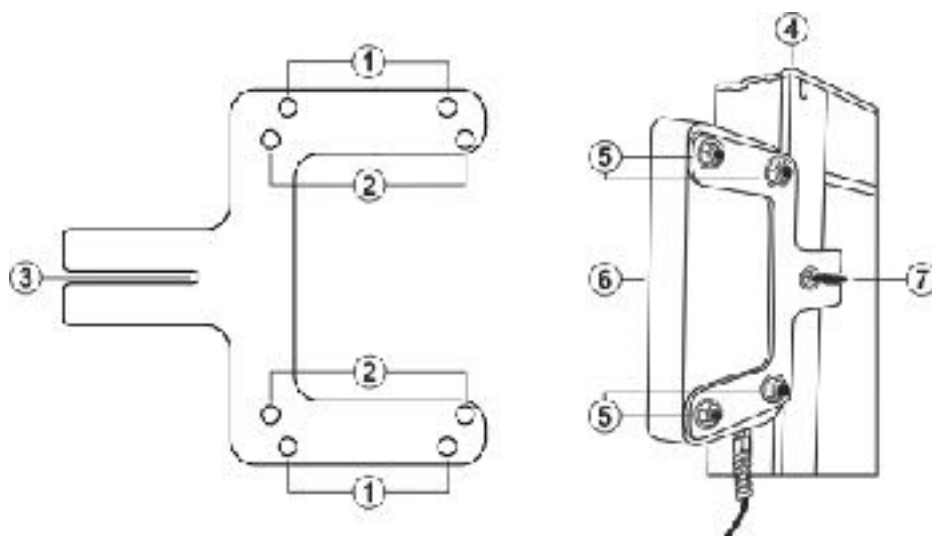

Fig. 2 Installazione dell'accessorio su telaio moduli FV
1. Fissare la staffa in dotazione (vedere Fig. 2 – parte sinistra) in posizione centrale rispetto all'asse dei moduli FV (vedere Fig. 2 – parte destra). La staffa dispone di un apposito sistema di fissaggio a vite compatibile con i fori presenti sulla parte posteriore del telaio dei moduli FV (vedere Fig. 2 – parte 3)